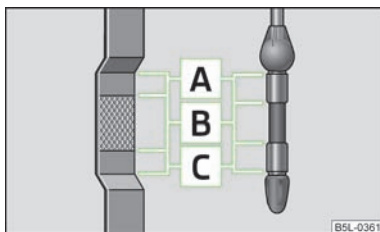

Abb. 119
Der Ölmesstab zeigt den Motorölstand an » Abb. 119.
- Der Ölstand darf keinesfalls oberhalb des Bereichs **A** » Abb. 119 liegen. Beschädigungsgefahr der Abgasanlage!